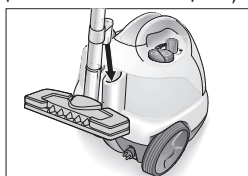

Fig. 9: Poziția de parcare
- În cazul întreruperii activității pentru o durată scurtă, țeava de prelungire, împreună cu duza montată, poate fi introdusă în poziția de parcare (vezi fig. 9).